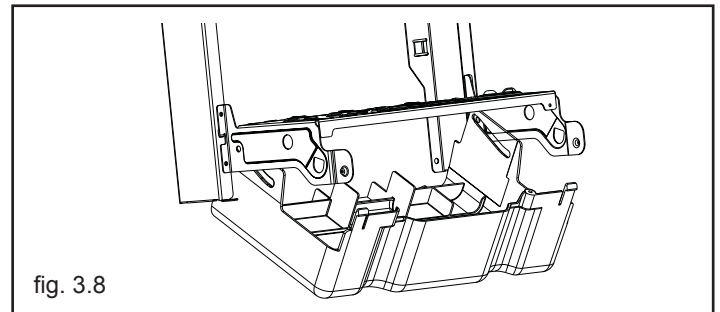

fig. 3.8
- posizionare la copertura raccordi in modo che le feritoie laterali si trovino in corrispondenza dei fori presenti sulla mensola (fig. 3.8)